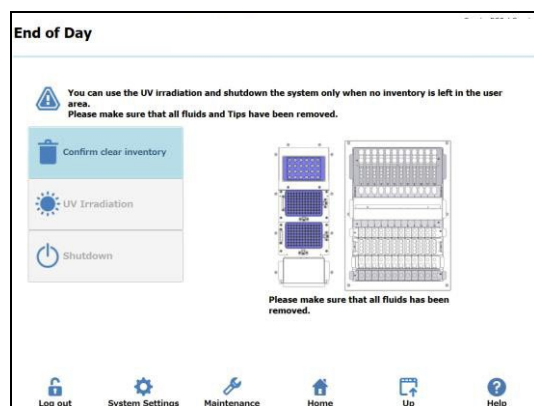

Figura 17: Schermata End of Day (Fine Giornata)
24. Nella schermata principale selezionare “End of Day” (Fine Giornata) per visualizzare la seguente schermata (Figura 17).